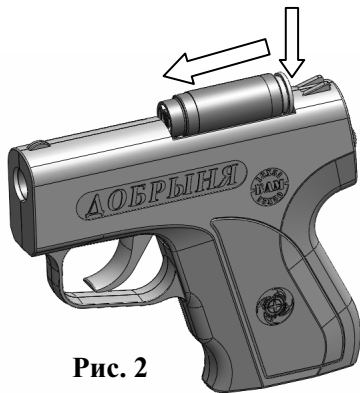

Рис. 2
5.2. Устройство снаряжается пятью БАМами. Для снаряжения устройства необходимо совместить проточку в гильзе БАМа с задними упорами в горловине магазина, утопить очередной БАМ ниже упоров, затем сдвинуть вперед и убедиться в том, что БАМ поджат пружиной подавателя в передний и задние упоры (рис. 2).